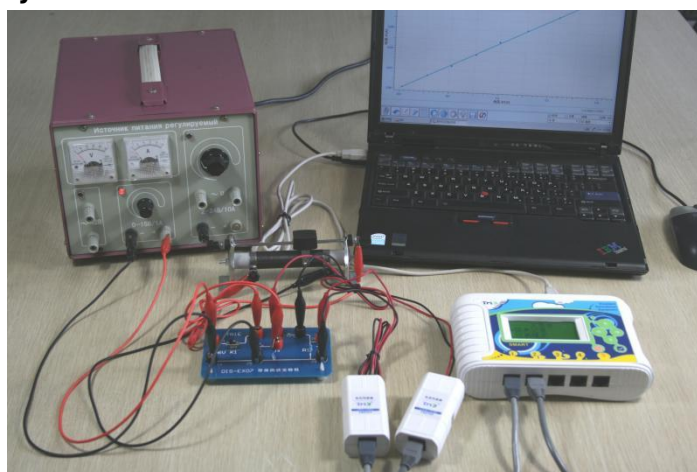

Рис.3 Собранная экспериментальная установка
1. Как показано на рис.3 выше, подключите датчик напряжения, датчик тока к регистратору данных, установите переключатель K1 в положение "0", затем подключите регистратор к
4. Соберите установку и подключите плату согласно рис.3, включите питание, переведите переключатель K1 в положение 1;